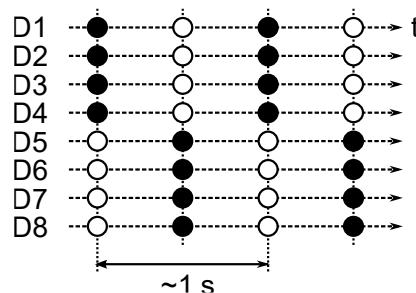

Figure 1: Motif à programmer sur les LEDs dans TP1a_helloworld
- 2) Ecrire un programme permettant d'allumer alternativement les LEDs D1-D4, puis D5-D8, avec une période d'environ une seconde (comme représenté en Fig. 1).